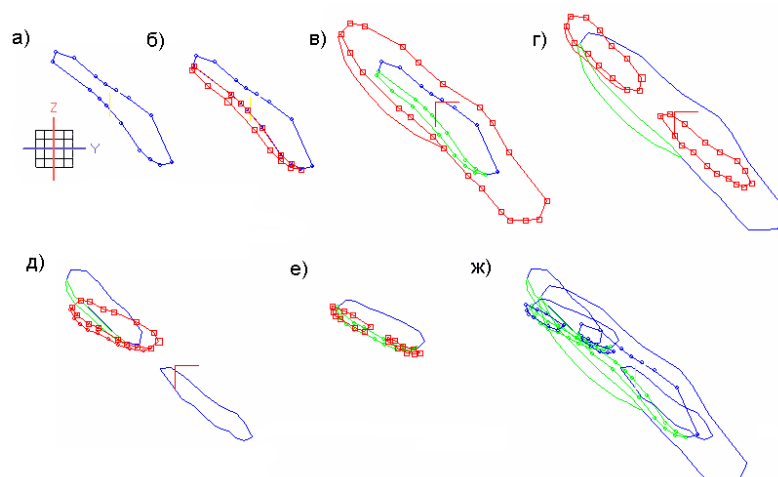

Рис. 1 Создание рудного тела
(после нажатия кнопки **Создать контур**  в окне Инспектора объектов выбрать элемент «Руда1»), напоминающий вытянутый овал, наклоненный под углом 45° влево. Нормальная мощность рудного тела («Руда1») на этом сечении должна составлять не более 25 метров (мощность рудного тела можно измерить с помощью измерителя расстояний в разделе сервис главного меню). Координаты Y и Z этого контура должны изменяться примерно от 250 до 350 метров (см. рис. 1а). Создать на этом же сечении еще один контур (выбрать элемент «Руда2»), имеющий общую часть с только что созданным контуром (см. «Занятие 6,7» п.10). Этот контур (элемент «Руда1») должен прилегать к контуру («Руда2») со стороны лежащего бока (см. рис. 1б). Нормальная мощность рудного тела («Руда2») на этом сечении должна быть около 7 метров.
4.2 Создать сечение на отметке «400.000» по оси X. Создать на этом сечении контур (элемент – «Руда1»). Форма этого контура должна быть аналогичной первому контуру. Нормальная мощность рудного тела («Руда1») на этом сечении должна быть не более 50 метров. Координаты Y и Z этого контура должны изменяться примерно в пределах от 200 до 400 метров (см. рис. 1в). Создать на этом же сечении еще один контур (элемент - «Руда2»), имеющий общую часть с только что созданным контуром (см. рис. 1в). Нормальная мощность рудного тела («Руда2») на этом сечении не должна превышать 10 метров.
4.3 Создать сечение на отметке «500.000» по оси X. Создать на этом сечении два контура (элемент – «Руда1»). Нормальная мощность рудного тела («Руда1») - не более 25 метров. Координата Y одного из этих контуров должна изменяться в пределах от 290 до 370, а Z - от 250 до 320 метров (см. рис. 1г). Координата Y другого контура - от 200 до 270, координата Z - от 340 до 400 метров (см. рис. 1г). Создать на этом же сечении еще один контур (элемент - «Руда2»), имеющий общую часть с только что созданным контуром (см. рис. 1г). Нормальная мощность ≈ 7м.
4.4 Создать сечение на отметке «600.000» по оси X. Создать на этом сечении контур (элемент – «Руда1»). Нормальная мощность рудного тела («Руда1») - не более 20 метров. Координата Y этого контура должна изменяться примерно в пределах от 210 до 290 метров, а Z - от 330 до 380 (см. рис. 1д). Создать на этом же сечении еще один контур (элемент - «Руда2»). Нормальная мощность рудного тела («Руда2») - не должна превышать 5 метров (см. рис. 1д).
4.5 Создать сечение на отметке «700.000» по оси X. Создать на этом сечении два контура (элемент – «Руда1»). Нормальная мощность рудного тела («Руда1») - не более 7 метров. Координата Y одного из этих контуров должна изменяться в пределах от 205 до 240, а Z - от 350 до 370 метров (см. рис. 1е). Координата Y другого контура - от 255 до 285, координата Z - от 330 до 345 метров (см. рис. 1е). Все контуры рудного тела показаны на рис. 1ж.